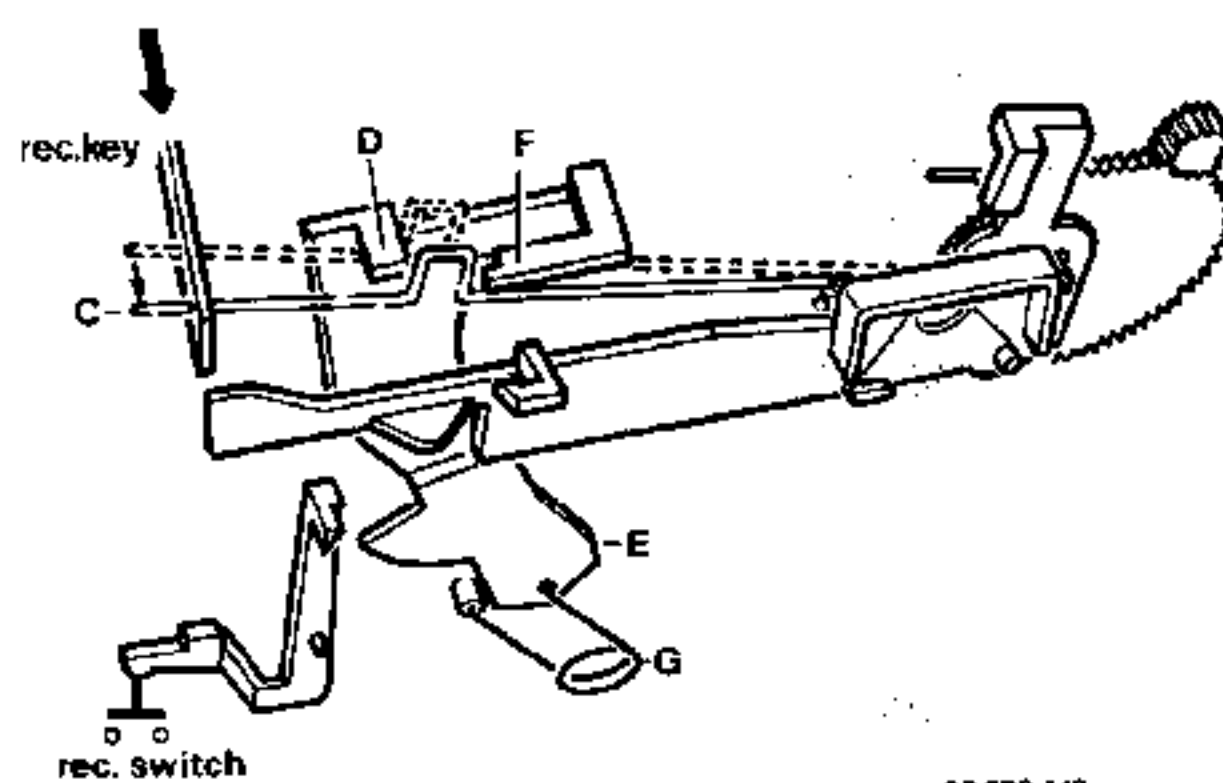
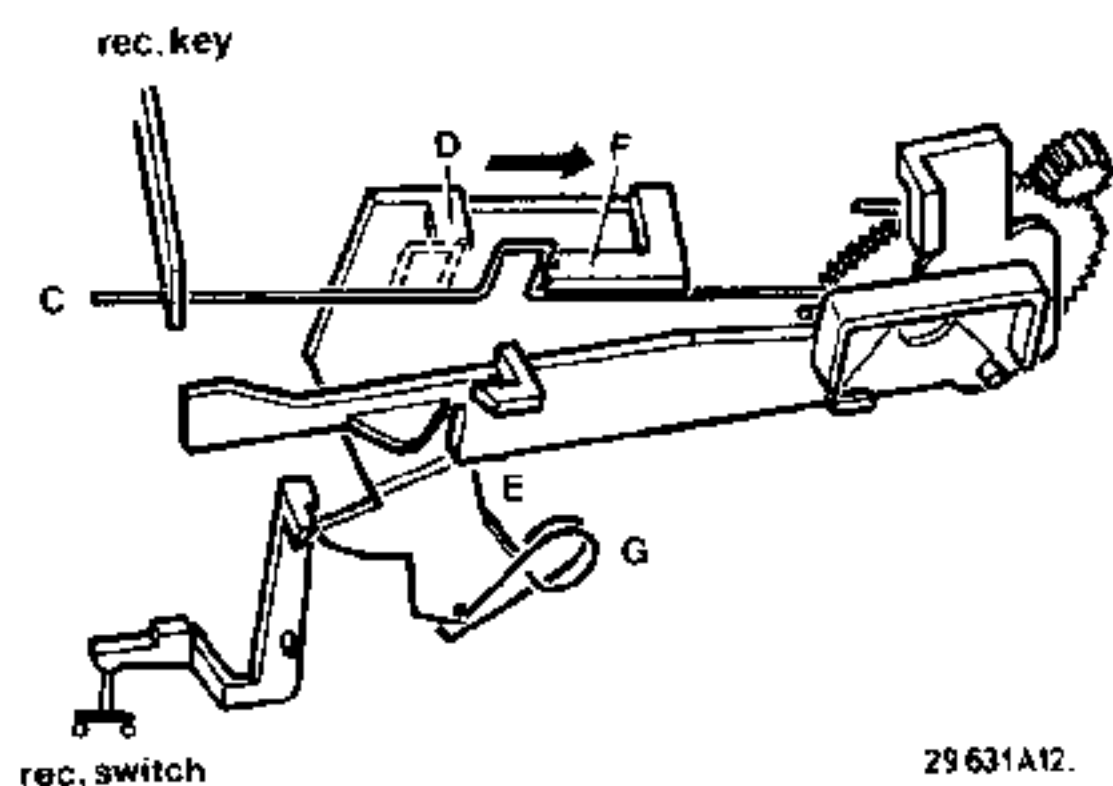
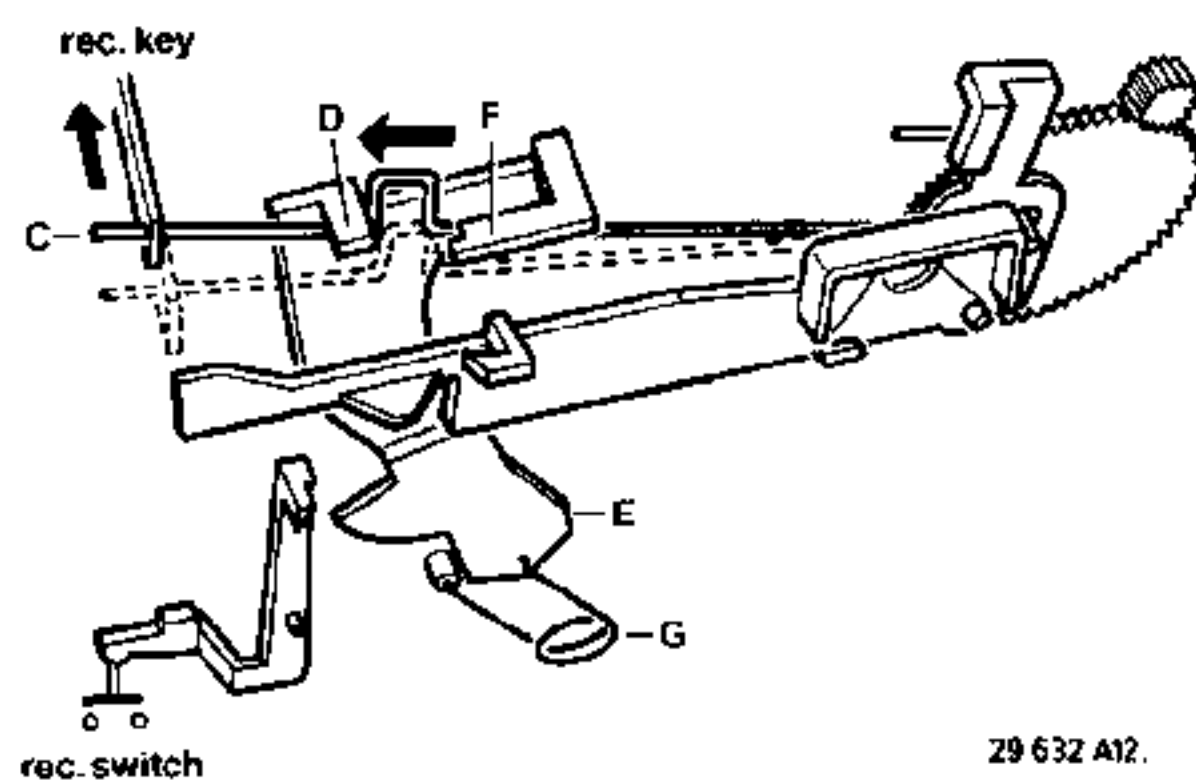

Fig. 2b
Fig. 2c
Fig. 2d
Another key requiring a considerable actuating force in mechanically controlled tape-transport mechanisms is the record key. In the MSM tape transport mechanism two record switches need be servo-controlled. Fig. 2 shows the principle of operation. Pin A on the drive gearwheel is situated in a slotted hole of bracket B. When the drive wheel rotates, its rotating movement is converted into a linear movement of threaded rod C. When pressing the record key, pushes threaded rod C will be pushed forward (Fig. 2b). During its movement to the right threaded rod C will press against boss F, causing bracket E to rock over to the right, which motion is assisted by spring G. Bracket E actuates the two record switches which are thus brought in the record mode (Fig. 2). To leave the record mode it suffices to release the record key. Threaded rod C will then move back to its starting position. During its movement to the left, threaded rod C will press against boss D, causing bracket E to rock over to the left and resulting in the release of the record switches (Fig. 2d).
Een andere functie welke in mechanisch bediende loopwerken een opmerkelijke bedieningskracht vraagt is de opneemtoets. In het MSM loopwerk dienen er twee opneemschakelaars servo te worden bediend. Fig. 2 geeft de pricipe werking aan. Een pen A op het aandrijftandwiel zit in een slobgat van de beugel B. Wanneer het aandrijfwiel draait wordt deze draaiende beweging omgezet in een rechtlijnige beweging van draadstang C. Wanneer de Rec-toets wordt ingedrukt, wordt draadstang C naar voren gedrukt (Fig. 2b). Tijdens de naar rechtsgaande beweging van draadstang C zal deze tegen nok F komen waardoor beugel E naar rechts zal omklappen. Veer G versterkt dit omklappen. Beugel E bedient de twee recordingschakelaars en staan nu in de recording positie (Fig. 2c). Om weer uit de recording positie te komen is het alleen maar nodig om de Rec-toets te ontgrendelen. Draadstang C zal dan weer naar achteren gaan. Tijdens de naar linksgaande beweging van C zal deze tegen nok D komen waardoor beugel E naar links zal omklappen en de recordingschakelaars weer ontgrendeld zijn (Fig. 2d).
Une broche (A) sur la roue d'entraînement est placée dans le trou oblong de l'étrier B. Lorsque la roue d'entraînement tourne, ce mouvement rotatif est converti en un mouvement rectiligne de la tige C. Lorsque la touche REC est enfoncée, la tige filetée C est poussée en avant (Fig. 2b). Du fait que la tige filetée C se dirige vers l'avant elle pressera contre la came F, l'étrier E basculera alors vers la droite. Le ressort G renforcera ce basculement.
L'étrier E commande les deux commutateurs d'enregistrement qui se trouvent ainsi en position d'enregistrement (Fig. 2c).
La tige filetée C reculera de nouveau. Lors du mouvement de C vers la gauche, la tige touchera la came D, l'étrier E basculera alors vers la gauche et les commutateurs d'enregistrement seront de nouveau de verrouillés (Fig. 2d).
Wenn die "REC"-Taste gedrückt wird, wird Gewindestange C nach vorne gedrückt (Bild 2b).
Bügel E bedient die beiden "REC"-Schalter, die sich nun in der "REC"-Stellung befinden (Bild 2c).
Gewindestange C wird sich dann rückwärts bewegen. Während der linksgängigen Bewegung wird Gewindestange C an Nocken D gelangen; demzufolge wird Bügel E linksherumkippen und werden die "REC"-Schalter entriegelt sein (Bild 2d).
Un perno (A) sulla ruota di trascinamento viene messo nel orificio oblungo della squadra B. Quando la ruota di trascinamento torna questo movimento rotativo è convertito in un movimento rettilineo dell'astina C. Quando il tasto REC viene premuto, l'astina filettata C viene spinta in avanti (Fig. 2b). Dal fatto che l'astina filettata C vada in avanti, essa preme contro la cama F, la squadra E ribalterà allora verso la destra. La squadra E comanda i due commutatori di registrazione che vengono così messi in posizione di registrazione (Fig. 2c).
L'astina filettata C ritornerà indietro. Durante il movimento di C verso la sinistra, l'astina toccherà la cama D, la squadra E ribalterà allora verso la sinistra e i commutatori di registrazione saranno di nuovo sbloccati (Fig. 2d).